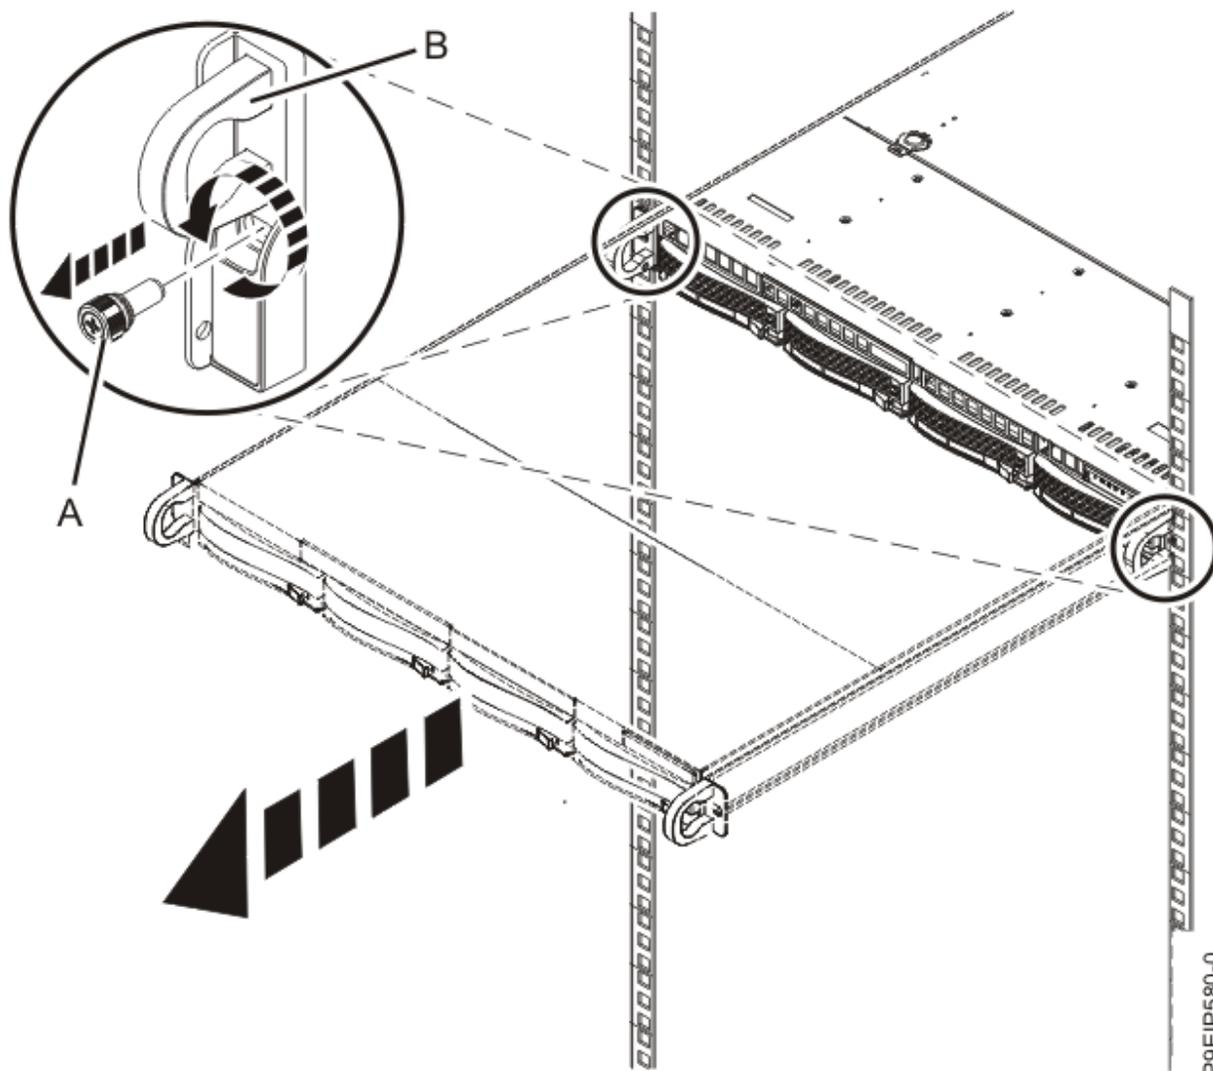

図 71: 前面のねじの取り外しとラックからのシステムの取り外し
2. システムの両側から、システムをラックに固定している前面のねじ **(A)** を取り外します (95 ページの 図 71 を参照)。